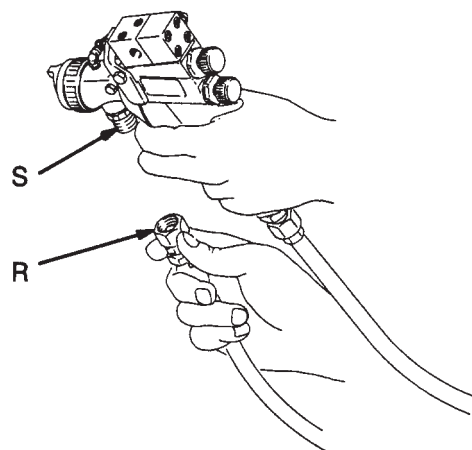

Fig. 3
- A. Collegare il tubo flessibile del fluido (R) all'entrata adesivo della pistola (S) (filettatura destra e sinistra di 3/8-18 npsm [R 3/8-19]). Ved. Fig. 3.